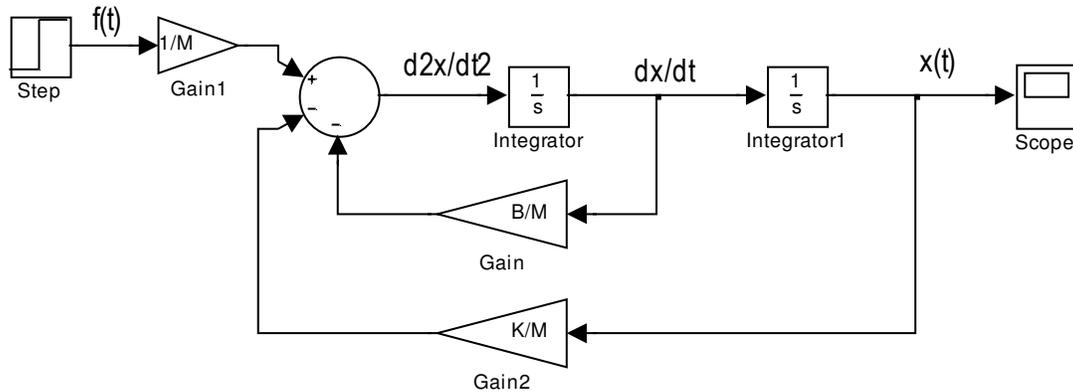

Figura 7.14.- Diagrama de simulación completo para el sistema masa-resorte-amortiguador.
4) **Conexión de una señal de entrada y un bloque de visualización para la salida.** Para generar una señal de entrada $f(t)$ en este ejemplo se usará una señal escalón unitario y se visualizará la salida mediante un bloque 'Scope'. El diagrama completo queda finalmente como se muestra en la figura 7.14.